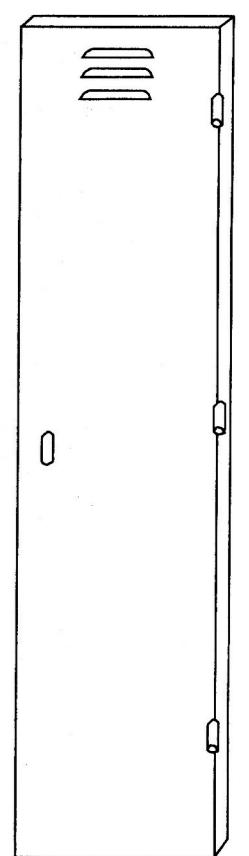

Рис. 8
**Дверь** (3 шт.) В верхней части пробиты жалюзи для вентиляции и отверстия под замки (Рис. 8).